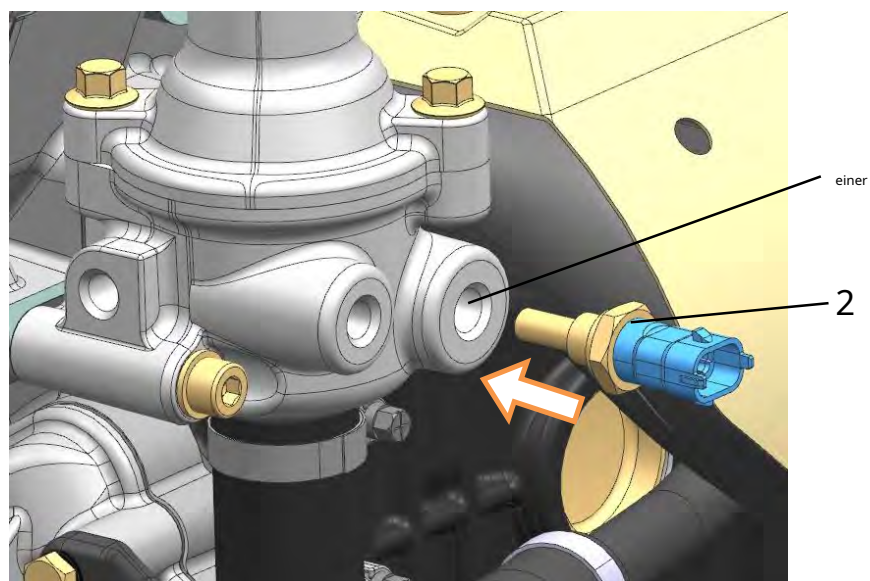

Abb. 220. Kühlmitteltemperatursensor einbauen:
17. Wickeln Sie den Kühlmitteltemperatursensor 2 (Abb. 220) in die Bohrung 1 des Thermostatkörpers mit einem Drehmoment von 11,8 ... 17,6 N m (1,2 ... 1,8 kgf · m), nachdem zuvor ein anaerobes Dichtmittel "Fixator-6" oder ähnliches auf das Sensorgewinde ("Stop- 6", "Technogerm-5", "Hermikon-2K").